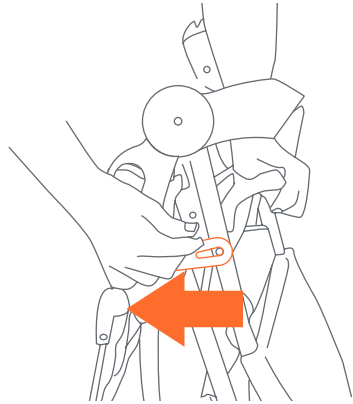

Fig. 21a
21) • Suelte el pestillo de pliegue, que se encuentra a la derecha del carrito (Fig. 21a).